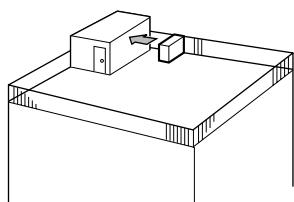
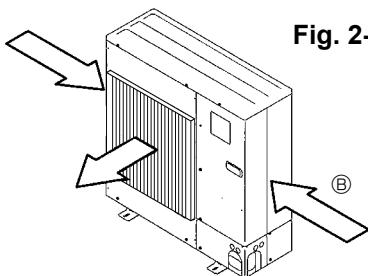

Fig. 2-3
Fig. 2-5
- ① Coloque la salida de aire de frente a la pared más próxima a una distancia de unos 50 cm, 19-11/16 inch de ella. (Fig. 2-3)
- ② Si la unidad está situada en un lugar expuesto a vientos fuertes como huracanes que puedan entrar en la salida de aire coloque una guía para la salida de aire o una guía de aire.
- ③ Guía para la salida de aire
- ④ Coloque la unidad de manera que la salida de aire sopla en dirección perpendicular a la dirección estacional del viento, si la conoce. (Fig. 2-5)
- ⑤ Dirección del viento